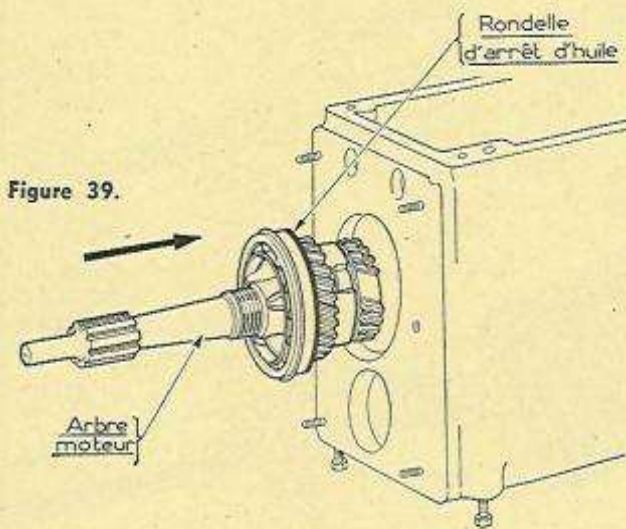

Figure 39.
- Graisser le roulement à aiguilles C 33 et mettre en place l'arbre moteur (fig. 39).